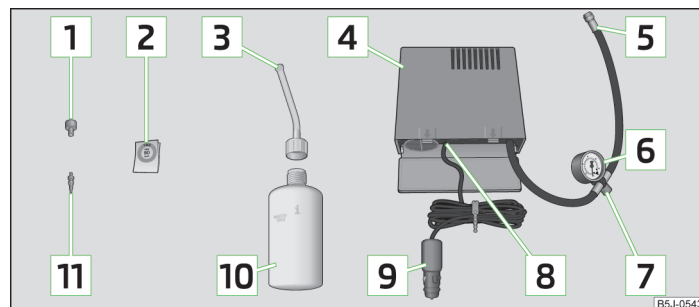

Fig. 144 Componenti del kit per la riparazione degli pneumatici
- Incollare l'etichetta **2** » **fig. 144** a pagina 183 sulla plancia, nel campo visivo del conducente.
- Agitare vigorosamente per qualche volta la bombola di riempimento del pneumatico **10** » **fig. 144** a pagina 183.
- Avvitare saldamente sulla valvola il tubo flessibile di gonfiaggio del pneumatico **5** » **fig. 144** a pagina 183 del compressore.